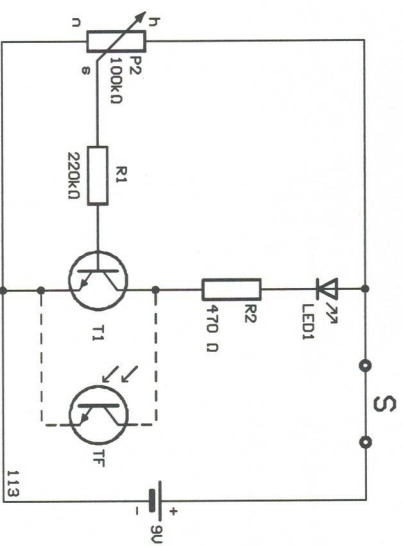
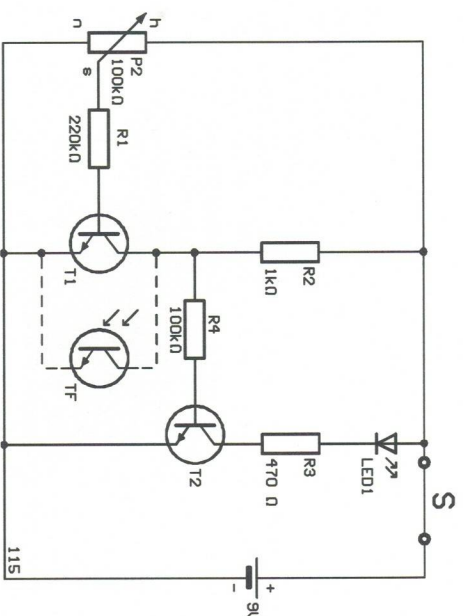

Bild 113. Einfacher Gleichstromverstärker: LED1 wird um so dunkler, je weiter Schleifer s in Richtung n gedreht wird („Verdunkelungsschaltung“).
Bild 115. Das Gegenteil von Bild 113: Schleifer in Richtung n läßt LED1 immer heller werden.
Wir bauen die Schaltung nach Bild 113 auf und drehen den Schleifer des Potentiometers gefühlvoll vom Anschlag n aus nach rechts. Wir bemerken: Schon nach relativ kleinem Drehwinkel zeigt sich in der Leuchtdiode ein leichtes Glimmen. Die Helligkeit wächst mit zunehmendem Drehwinkel immer mehr, bis sie bereits vor dem Anschlag h ihren vollen Wert erreicht. All das läßt sich beliebig oft auch in umgekehrter Richtung wiederholen. Das langsame
Vom Basisstrom verursachter Kollektorstrom ließ die LED in Bild 113 leuchten. Im Eingangskreis von Bild 115 sieht es nicht anders aus als bei Bild 113. Die LED im Ausgangskreis reagiert jedoch genau „andersherum“.
Wir stecken die Schaltung nach Bild 115 zusammen und drehen am Poti. Wir sehen: Schleifer unten – LED1 leuchtet! Schleifer nach oben: LED1 geht langsam aus.
Genauer betrachtet haben wir zwei Inverter hintereinandergeschaltet. Beginnt der erste zu leiten (Poti langsam hochdrehen), entzieht er damit dem zweiten zunehmend den Basisstrom. Was wir in der Digitaltechnik also vermeiden haben, das geschieht mit dem Poti gewollt: Wir „durchfahren“ den Bereich zwischen Nichtleiten und vollem Leiten. Die Heiligkeit der Leuchtdiode folgt bei beiden Versuchen der Drehung am Poti „analog“. Nur jetzt umgekehrt zu Bild 113. Auch diesmal hat die scheinbare Verschwendung vielfach ihren Sinn. Man kann damit flexibel auf ganz unterschiedliche Eingangssigna-
Wir ersetzen T1 in Bild 113 durch den Fototransistor unseres Experimentierkastens und beobachten LED1. Es zeigt sich: Bei nicht zu hellem Umgebungslicht bleibt die Leuchtdiode dunkel. Jetzt nähern wir dem Fototransistor langsam eine Taschenlampe. Wir stellen fest: Je näher die Lampe, um so heller leuchtet LED1.
Der gleiche „Austausch“ wird nun in Bild 115 vorgenommen. Dann ziehen wir uns wieder in eine dunkle Ecke zurück. Wir sehen LED1 hell leuchten. Das ändert sich, wenn wir den Strahl einer Taschenlampe auf den Fototransistor richten. Je näher die Lampe, um so dunkler die Leuchtdiode.
- Die Wirkrichtung bei Bild 115 ist umgekehrt zu der in Bild 113, denn es liegen zwei Emitterstufen hintereinander.
- Die Empfindlichkeit auf Licht ist bei Bild 115 deutlich höher als bei Bild 113, denn es liegen zwei Verstärkerstufen hintereinander.